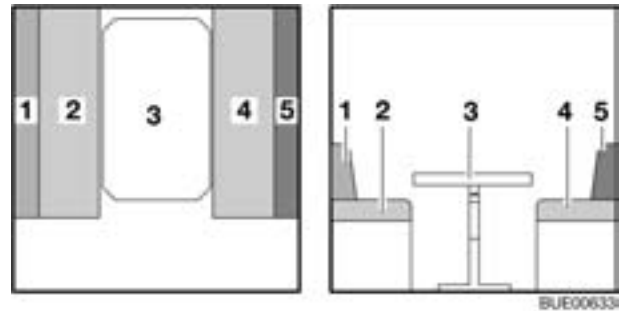

Bild 101 Vor dem Umbau
- Tisch (Bild 101,3) zum Bettunterbau umbauen (siehe Abschnitt 7.7).